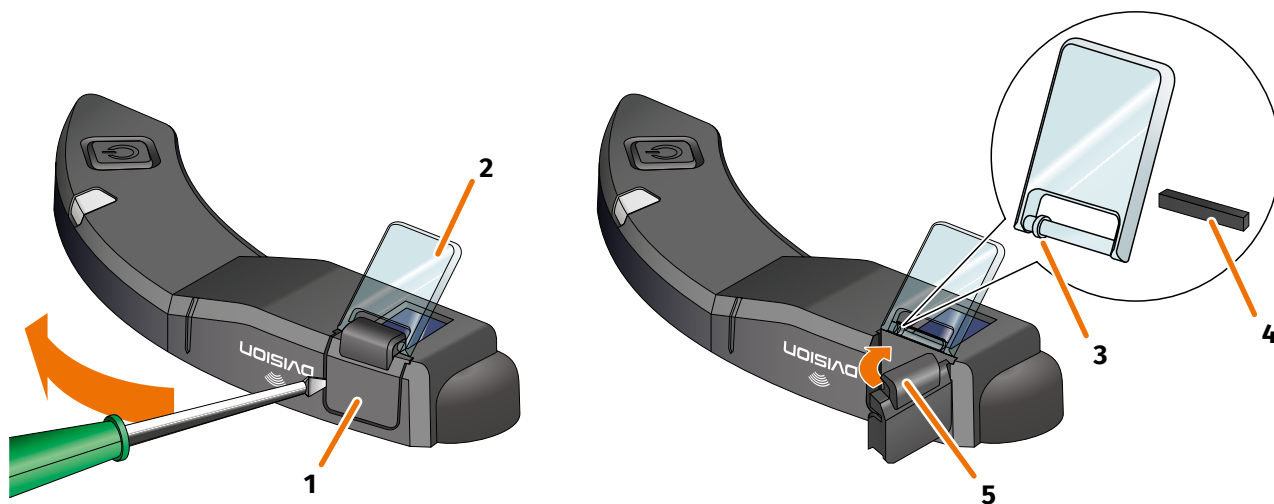

FIGURA 17 // Substituir o display
1. Enfie uma chave de fendas lateralmente por baixo do suporte do display (FIGURA 17/1) e levante cuidadosamente o suporte.
2. Retire o suporte do display e o display danificado (FIGURA 17/2) do módulo DVISION.
3. Coloque o novo display no módulo DVISION. Nessa ocasião, preste atenção ao alinhamento correto. O pequeno anel no display (FIGURA 17/3) deve ficar virado para o lado estreito do módulo DVISION.
4. Insira a cunha de aperto (FIGURA 17/4) no dispositivo de fixação (FIGURA 17/5) do suporte do display.